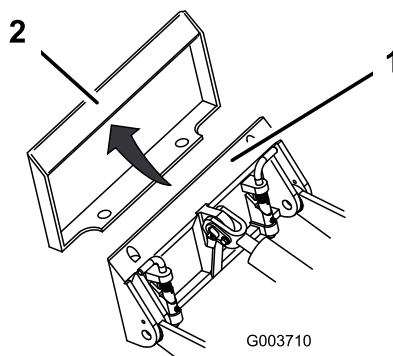

Bild 10
4. Setzen Sie die Befestigungsplatte in die obere Lippe der Aufnahmeplatte am Anbaugerät (Bild 10).